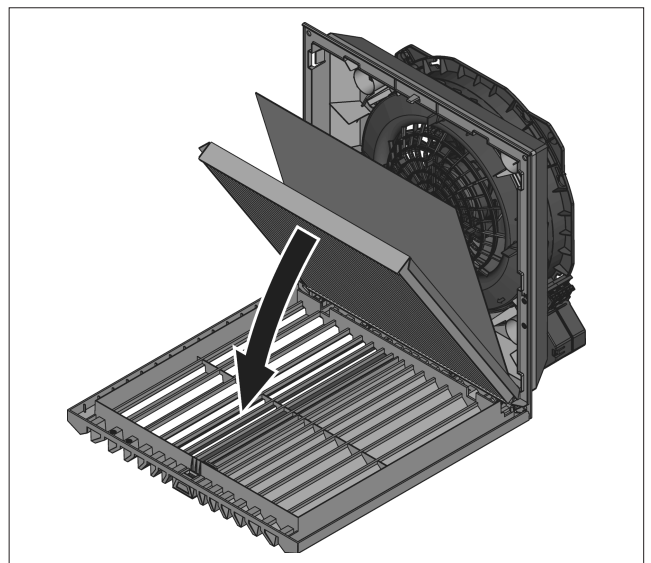

Imagen 13: Instalación del filtro plisado IP55
- Solo para IP 55: coloque la estera absorbente suministrada con el filtro plisado IP 55 sobre el filtro ya instalado (ver imagen 13). La posición de montaje de la estera absorbente es indiferente.